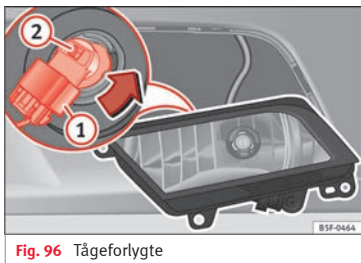

Fig. 96 Tågeforlygte
- Træk stikket » Fig. 96 ① af pæren.
- Drej pæreholderen » Fig. 96 ② mod venstre, og træk i den.